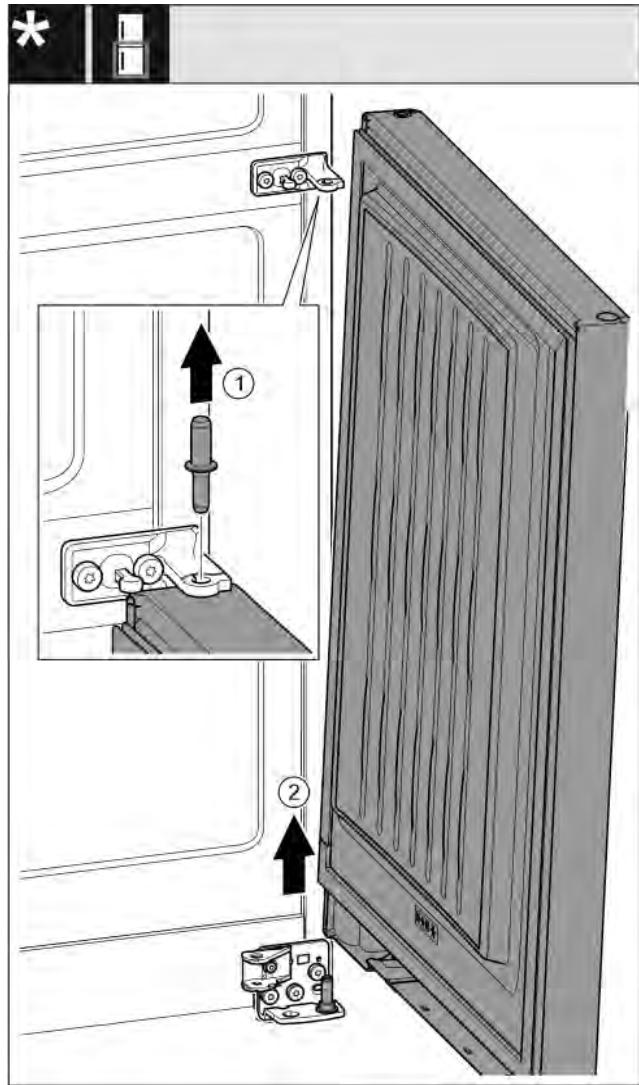

Fig. 19\*
- Извлеките пальцы движением вверх.\* Fig. 19 (1)
- Отведите дверь, приподнимите вверх и отставьте в сторону.\* Fig. 19 (2)